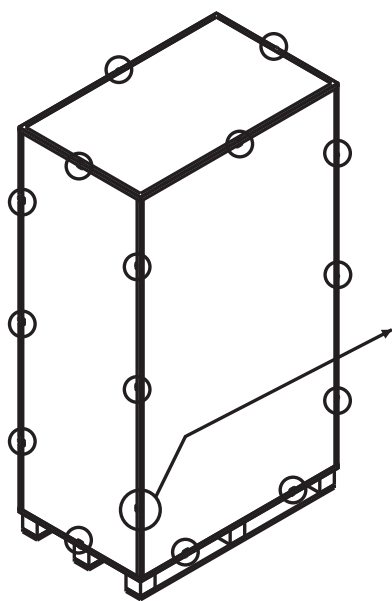

Рис. 4.1
1. После прибытия ИБП к месту установки он может быть извлечен из упаковочной коробки. Для снятия упаковочной коробки (рис. 4.1) и защитных материалов (рис. 4.2) выполните описанную ниже процедуру распаковки.